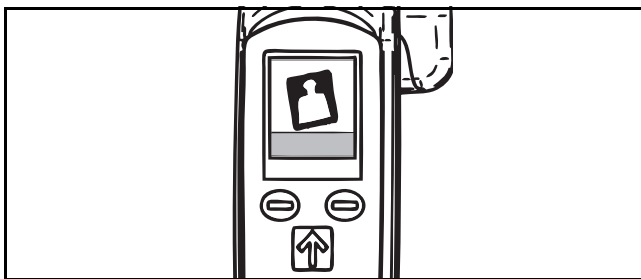

Fig. 60
**NOTA:** APENAS PARA BALANÇAS EUROPEIAS. Se o visor alternar o símbolo "TILT" grande com o símbolo da balança, coloque o MAXI MOVE numa posição nivelada para ser possível operar a balança corretamente (consulte a Fig. 60).